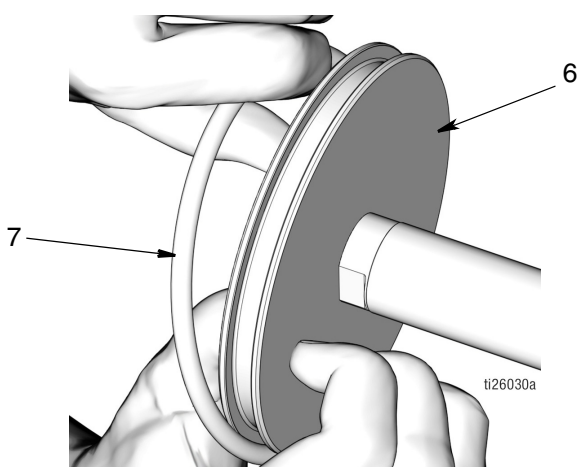

FIG. 52
- e. Applicare un sottile strato di grasso all'O-ring (7). Montare l'O-ring (7) intorno al pistone (6) come indicato in FIG. 52.